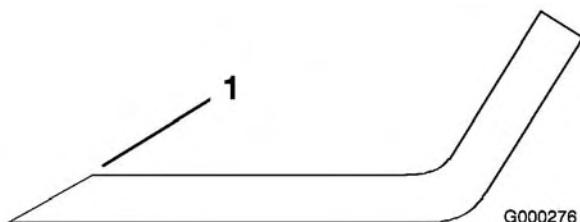

Figura 94
3. Inspeccione los filos de todas las cuchillas. Afílelos si están romos o tienen mellas. Afile únicamente la parte superior del filo y mantenga el ángulo de corte original para asegurar un filo correcto (Figura 94). La cuchilla permanecerá equilibrada si se retira la misma cantidad de metal de ambos bordes de corte.